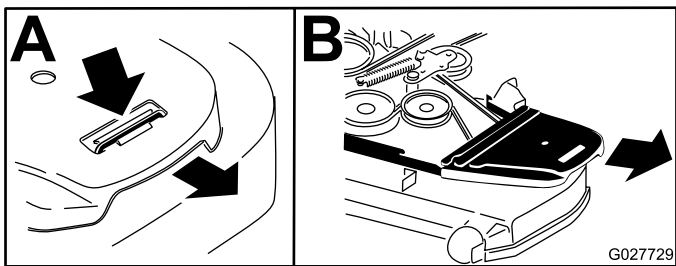

Figure 80
6. Déposez les couvercles de courroies ainsi que les boulons qui sont fixés dessus (Figure 80).